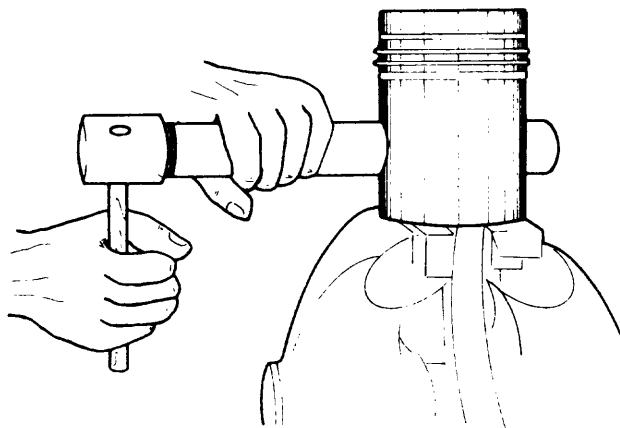

Fig. 3
- b Retire el pasador (fig. 3) y separe ambas piezas.